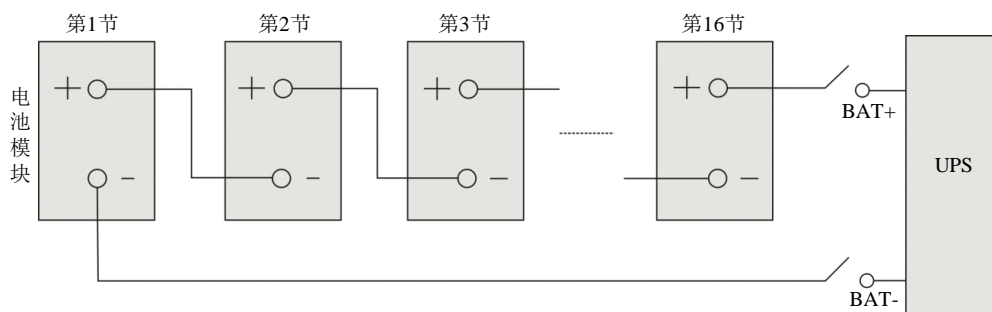
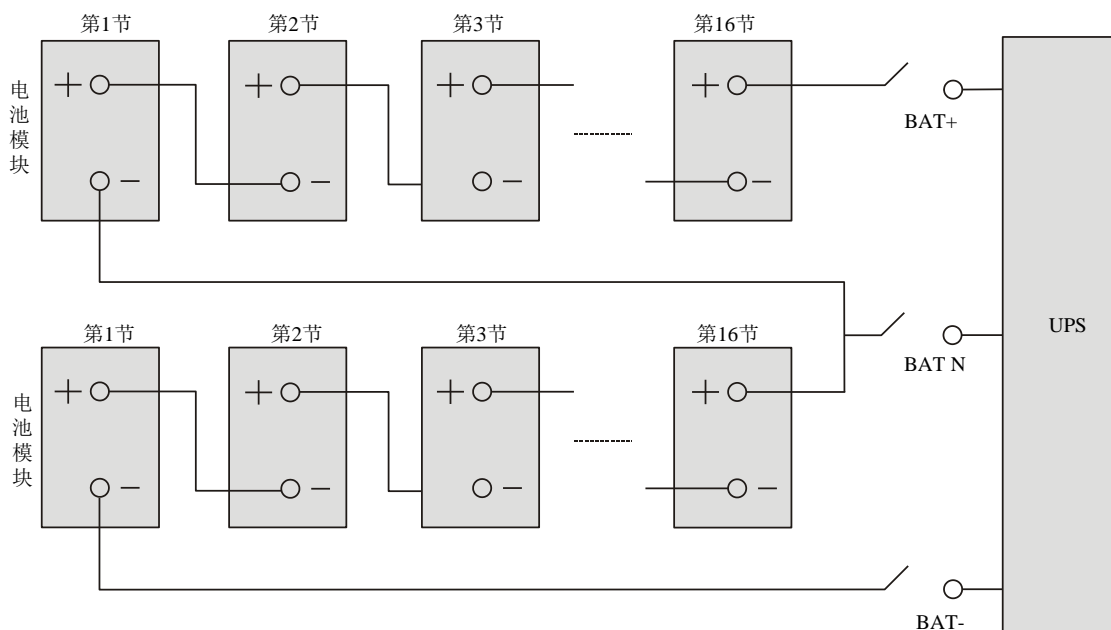

图2-31 电池组接线原理图（5kVA/6kVA/10kVA）
图2-32 电池组接线原理图（16kVA/20kVA）
1. 5kVA/6kVA/10kVA: UPS 出厂默认电池节数 16 节，用户自行配电的外接电池组接线原理图如图 2-31 所示。
2. 16kVA/20kVA: UPS 出厂默认电池节数 32 节，正负电池组各 16 节，用户自行配电的外接电池组接线原理图如图 2-32 所示。
| <p>1. 如图 2-31 和图 2-32 所示，电池组和 UPS 之间必须加配直流电池空开。</p> <p>2. 电池组电压为直流高压，空开及输出电缆的容量见表 2-4。</p> |